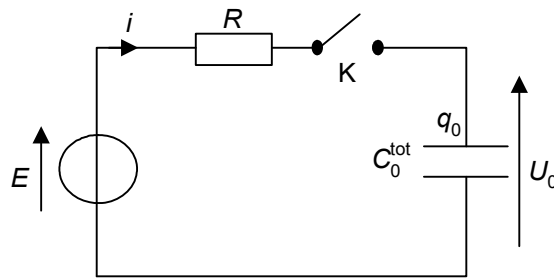

Figure 10. L'interrupteur K est ouvert
2.2. Un dispositif électronique ouvre l'interrupteur K quand le condensateur est chargé (**figure 10**). La tension à ses bornes est notée U_0 .